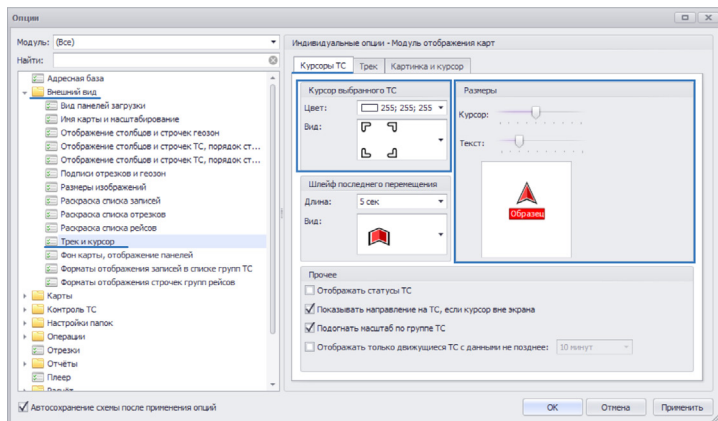

Рис.130. Настройки курсоров ТС.
Для настройки параметров курсора необходимо перейти в меню «Опции» в раздел настроек **Внешний вид – Трек и курсор** на вкладку «Курсоры ТС» (**Рис.130**).
- Иконка выбранного ТС выделяется рамкой. Выбрать цвет и вид рамки можно в блоке настроек «Курсор выбранного ТС» (**Рис.130**).